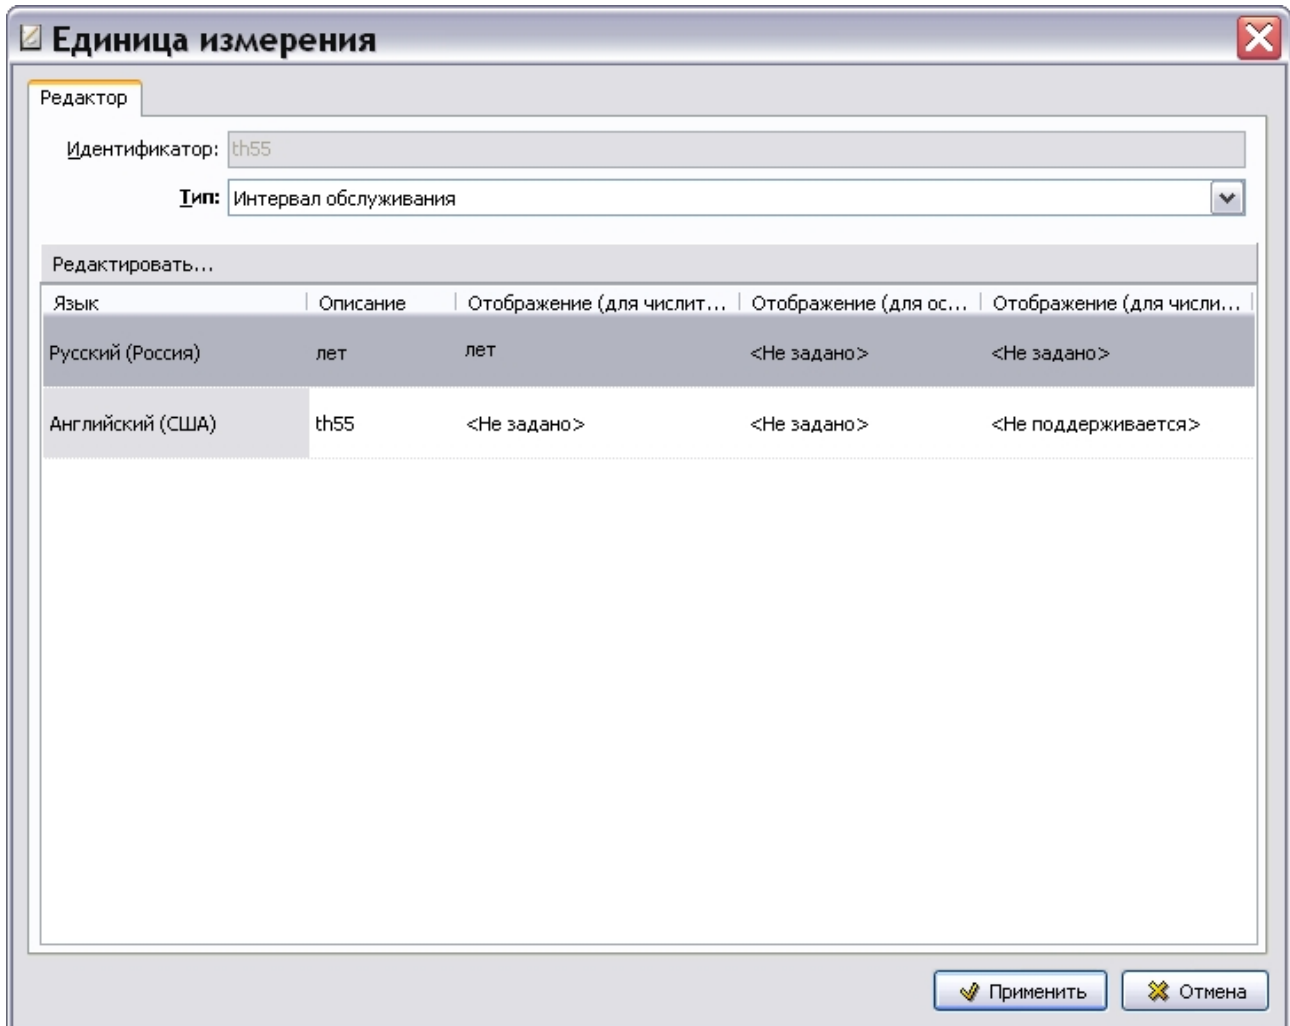

Рис. 3.89
Рассмотрим пример редактирования единицы измерения «лет». В окне **Единицы измерения** выделите единицу измерения «лет» и нажмите на кнопку **Редактировать** . После этого появится окно **Единица измерения** (Рис. 3.89).
1. В окне **Единица измерения** в разделе **Редактировать** выделите строку параметров единицы измерения (Рис. 3.89).